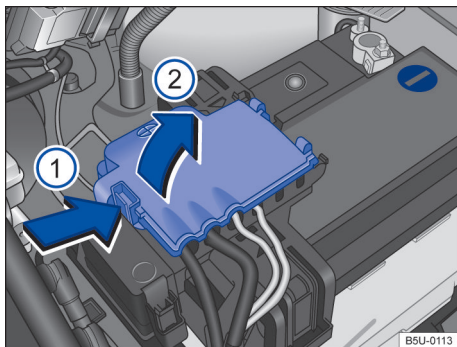

Fig. 122 Compartimento do motor: acesso ao terminal positivo da bateria.
- Abrir a cobertura do polo positivo. Para abrir pressionar a trava no sentido da seta → Fig. 122 ①, rebater a cobertura para o lado no sentido da seta ②.